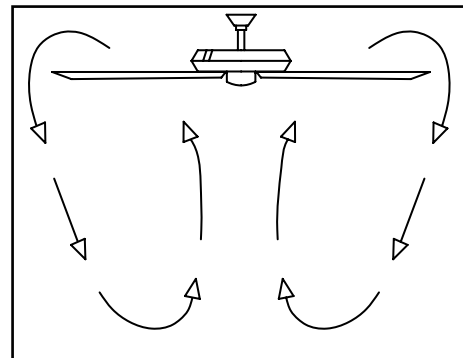

Figura 14
**Clima frío** - (Reversa) Un flujo de aire hacia arriba desplaza el aire cálido lejos del techo, como se muestra en la Figura 14. Esto permite fijar tu unidad de calefacción en configuración más baja sin afectar tu comodidad.